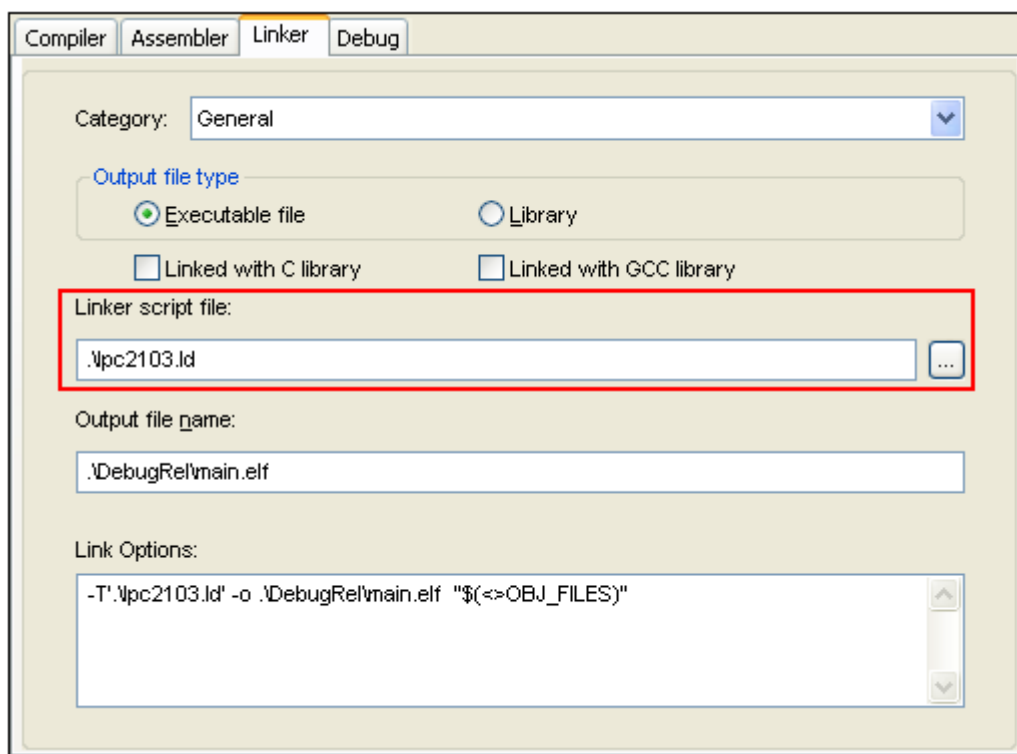

图 3.6 选择链接描述文件
4. 点击工程配置图标 ，也可以从工程—配置目标工程启动工程配置命令。在配置对话框中，linker 项的 linker script file 选择分散加载描述文件：lpc2103.ld，debug 项的 Category 为 General 下，选择 Target Swicth 为 Hardware Emulator.，然后点击 Apply；在 Category 的下拉列表中选择 Hardware Emulator，将 Run to main()前的钩去掉（这里是为了观察从汇编代码开始运行），然后，测试 H-JTAG 驱动是否正常。如图 3.6 所示。